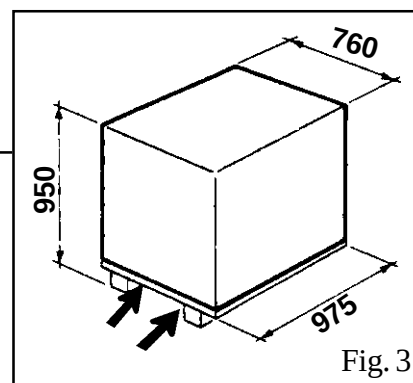

Fig. 3
- The packaged machine may be moved by means of a fork lift truck of suitable capacity. Insert the forks at the points shown in figure 3.
- La machine emballée doit être déplacée sur les fourches d'un chariot élévateur d'une capacité appropriée, enfilées aux points indiqués sur la figure 3.
Die verpackte Maschine darf nur mit einem dazu geeigneten Gabelstapler angehoben und transportiert werden, wobei die Gabeln an den in Abb. 3 angegebenen Punkten einzuschieben sind.